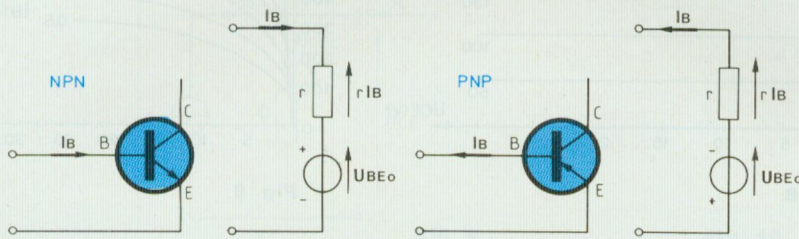

Fig. 3
- r : résistance de la base. Comme toute diode, la jonction B-E possède sa résistance interne dont nous exprimerons l'existence sur son modèle électrique. La jonction B-E, comme toute diode, ne serait-elle pas un dipôle passif (figure 3) ?
Regroupons donc les modèles des figures 3 et 9. Nous obtenons le modèle équivalent complet du transistor NPN et celui de son homologue PNP (figure 10).